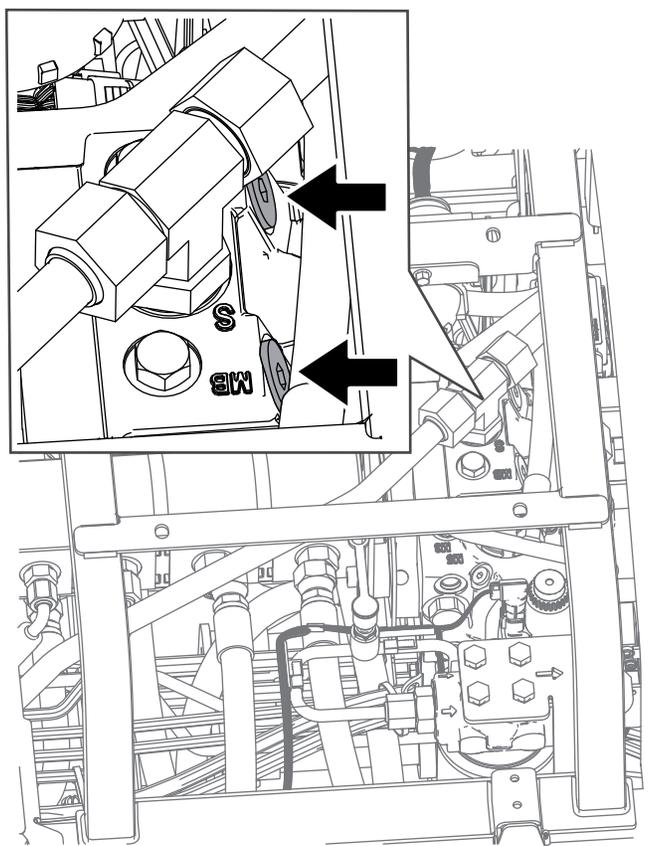

図 37
- シートの下と гидロスタットの上部にあるバイパスバルブを見つける 図 37